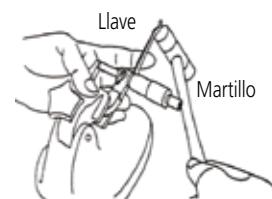

Fig. 1
- Si el punto cero está desalineado, reinicie girando el cilindro con la llave, golpeando suavemente la llave con un martillo si es necesario. (**Fig. 1**)